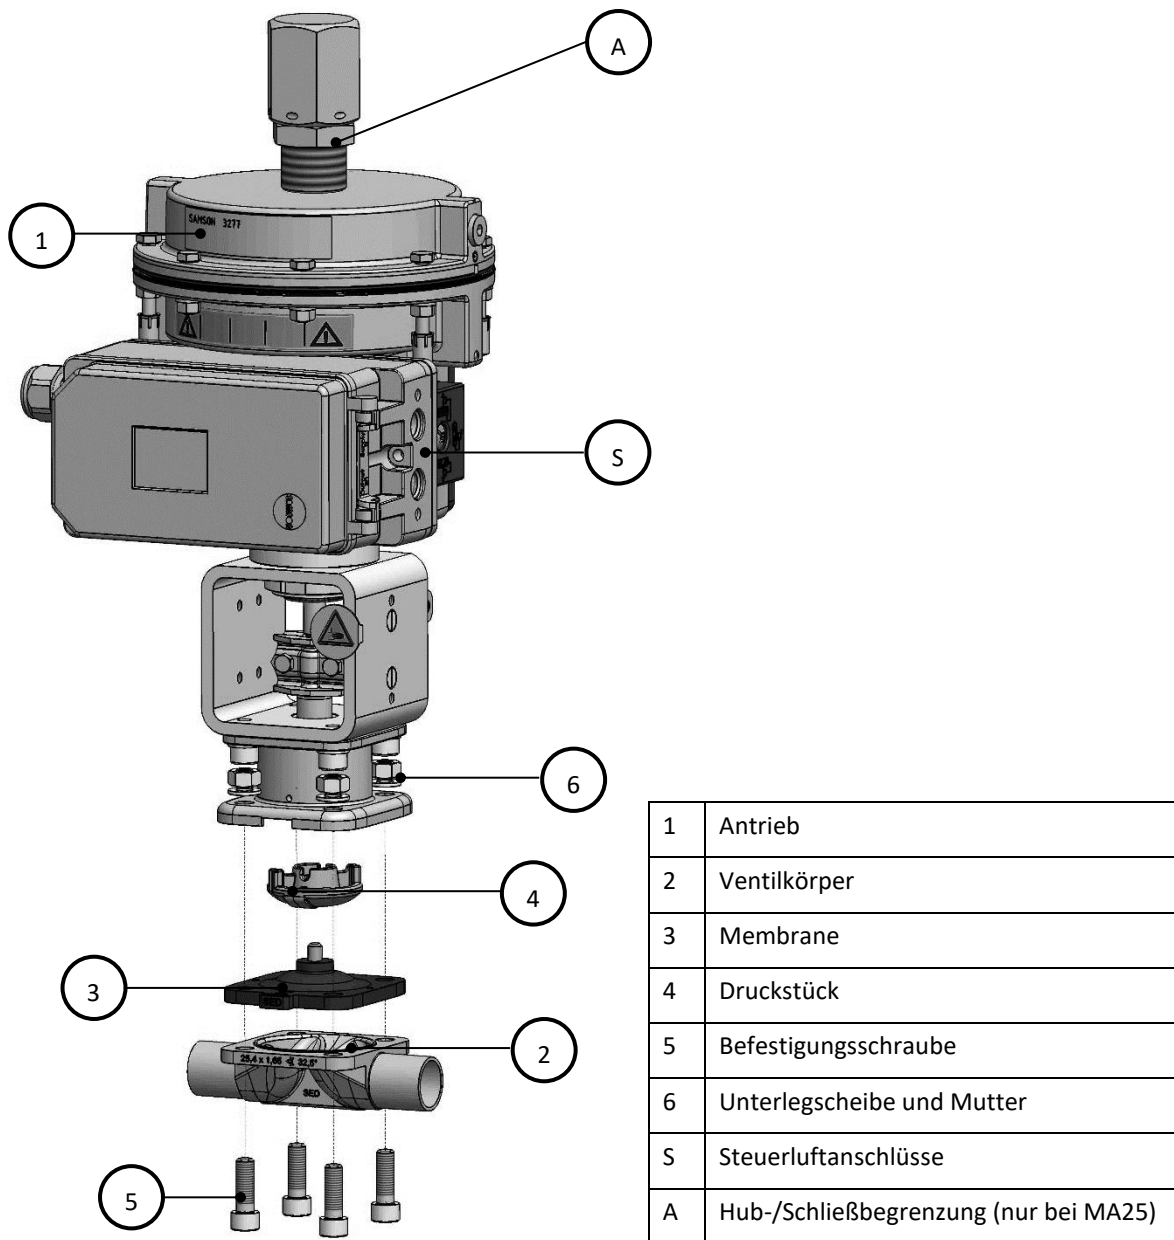

Abbildung 2: Explosionsdarstellung Kompletventil
- Positionieren Sie den Antrieb (Pos. 1) richtig auf dem Ventilkörper (Pos. 2), siehe Abbildung 2. Auf Übereinstimmung der Ausrichtung von Membransteg und Ventilkörpersteg achten!